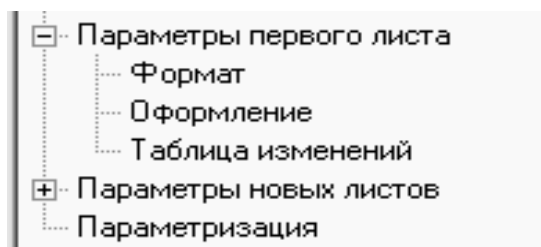

Рисунок 4.1 – Параметры первого листа
3. В открывшемся диалоговом окне раскройте раздел *Параметры первого листа* (рисунок 4.1).